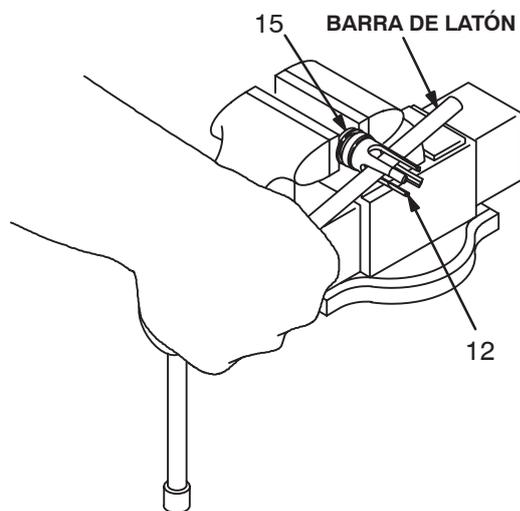

Fig. 4
11. Coloque una llave ajustable de 61 cm en las partes planas del cilindro de la bomba (11) y desenrosque el cilindro del alojamiento de salida (9). Retire las juntas tóricas (10). Inspeccione la superficie interior del cilindro en busca de signos de desgaste, rayaduras u otros daños, exponiéndolas con un ángulo determinado a la luz, o pasando un dedo sobre su superficie.
12. Inspeccione la superficie del eje del pistón (1) y del eje del pistón de cebado (21) en busca de signos de desgaste, rayaduras u otros daños, pasando un dedo sobre su superficie.
13. Utilice un torno de banco con mordazas blandas para sujetar el eje del pistón (1) por sus partes planas. Coloque una llave de 15 mm en las partes planas del pistón y desenrosque éste (13) y el eje del pistón de cebado (21) del eje del pistón (1). Retire el conjunto de la guía del pistón (12, 14, 15) del pistón (13) y déjelos a un lado para desarmarlos más adelante.
14. No es necesario desmontar el eje del pistón de cebado (21) del pistón (13) a menos que la inspección indique marcas, desgaste u otro tipo de daños en alguna de estas piezas. Para desarmar, coloque las partes planas del pistón en un torno de banco y desenrosque el eje colocando una llave de 8 mm en las partes planas.
15. Coloque las partes planas del asiento del pistón (15) en un torno de banco. Utilizando una barra de latón de 8 mm (5/16 pulg.) de diámetro, desenrosque la guía del pistón (12) del asiento del pistón (15). Vea la Fig. 4. Retire el sello del pistón (14); reemplácelo siempre por uno nuevo. Inspeccione las superficies de acoplamiento del pistón (13) y el asiento del pistón (15) en busca de muescas, rayaduras o desgaste.